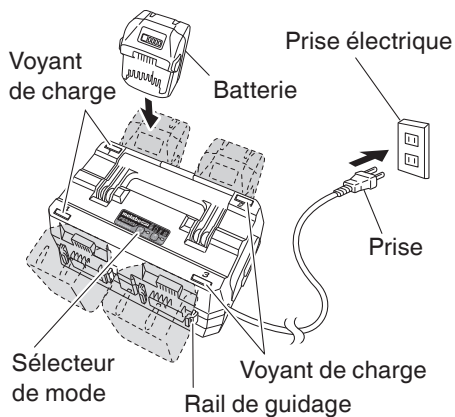

Fig. 4
3. Insérer la batterie dans le chargeur multi-port. Insérer la batterie dans le chargeur multi-port comme indiqué à la Fig. 4.